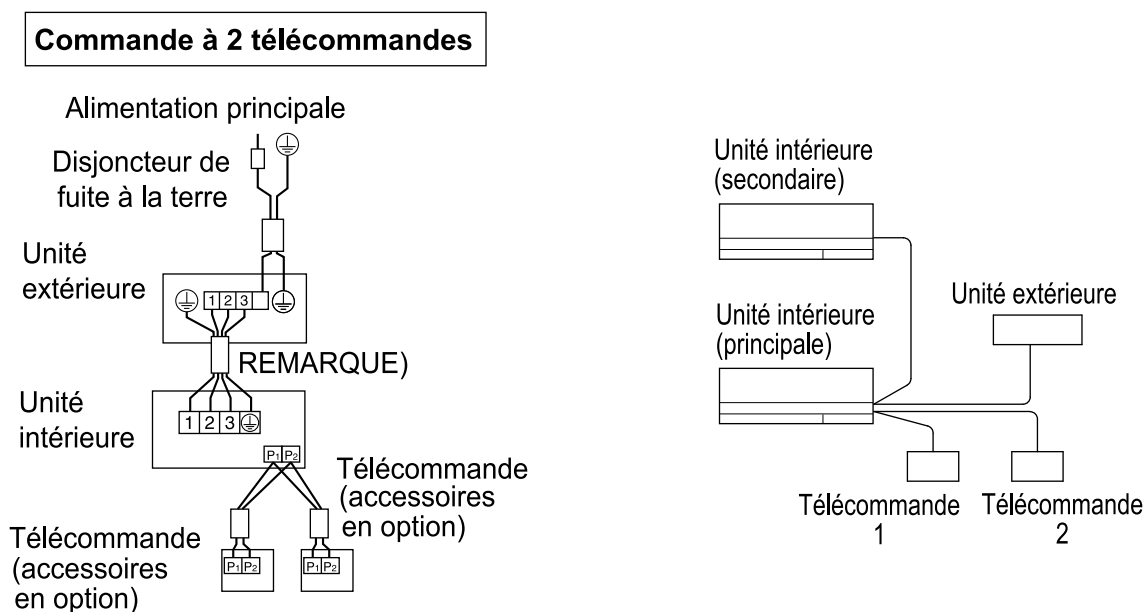

Fig. 28
- **Commande via 2 télécommandes:** 2 télécommandes commandent 1 unité intérieure. (**reportez-vous à la fig. 28**)
- (3) Retirez le couvercle du boîtier de commande (reportez-vous au chapitre "5. INSTALLATION DE L'UNITÉ INTÉRIEURE").
- (4) **Ajoutez un câble entre la télécommande 2 (secondaire) et la borne (P1, P2) du bornier (X1M) de la télécommande, au niveau du boîtier de commande (il n'y a pas de polarité) (reportez-vous à la fig. 28 et au tableau 4).**